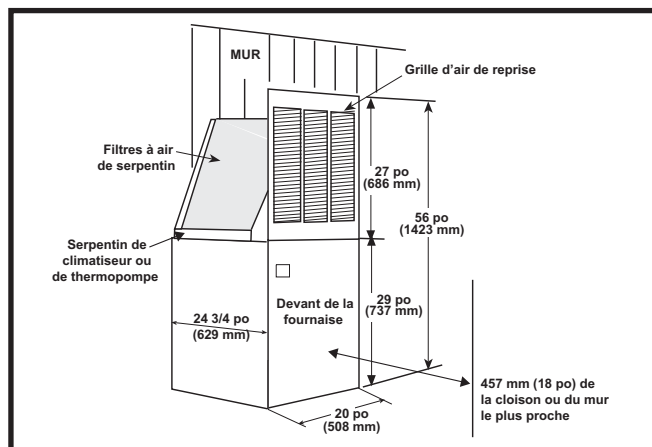

Figure 10. Installation dans une alcôve
1. Découpez les ouvertures brutes de l'alcôve aux dimensions minimales indiquées à la Figure 10 \(page 8\). **REMARQUE :** La hauteur peut augmenter selon la dimension du boîtier de serpentin.